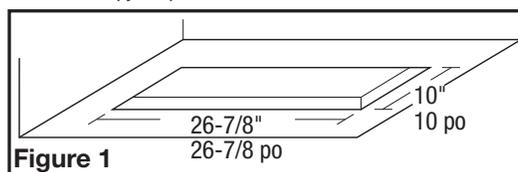

Figure 1
- Most building codes require noncombustible material above the cooking surface. If you have wood or some other combustible material on the bottom of your cabinets it is recommended that you use an optional hood liner (See Section 3) If you have noncombustible material cut a 26-7/8" x 10" hole into the cabinet or canopy the power unit will be mounted into (Figure 1).
- La plupart des codes de bâtiments exigent un matériel non-combustible au-dessus de la surface de cuisson. Si vous avez le bois ou un autre matériel combustible sur le fond de vos cabinets, on vous recommande d'utiliser le revêtement facultatif de hotte (voyez à la section 3). Si vous avez un matériel non-combustible, faites un trou profond de 26.88 po sur 10 po dans le cabinet ou le panneau où l'unité d'alimentation sera montée (Figure 1).